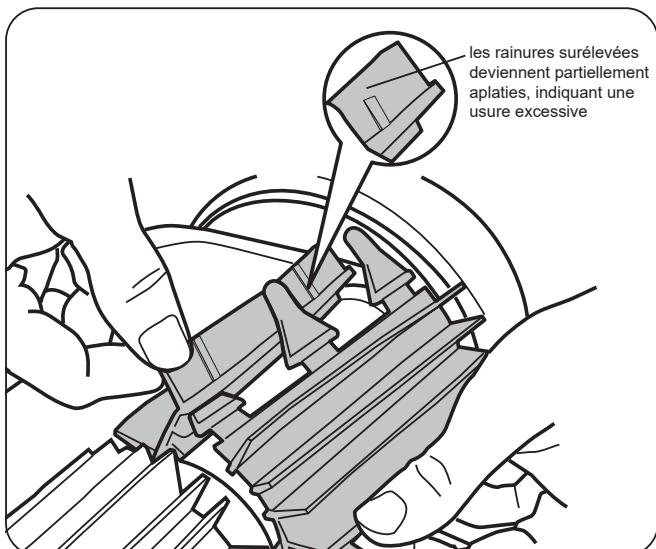

Figure 19. Indicateur de brosse usée
Le robot nettoyeur est muni d'une brosse à l'avant. Des indicateurs d'« usure » sont présent sur la brosse (Figure 19). Pour maintenir des performances de brossage optimales, remplacer la brosse dès que l'indicateur d'usure a atteint le niveau maximal. Aqua Products vous recommande de remplacer les brosses tous les deux (2) ans.